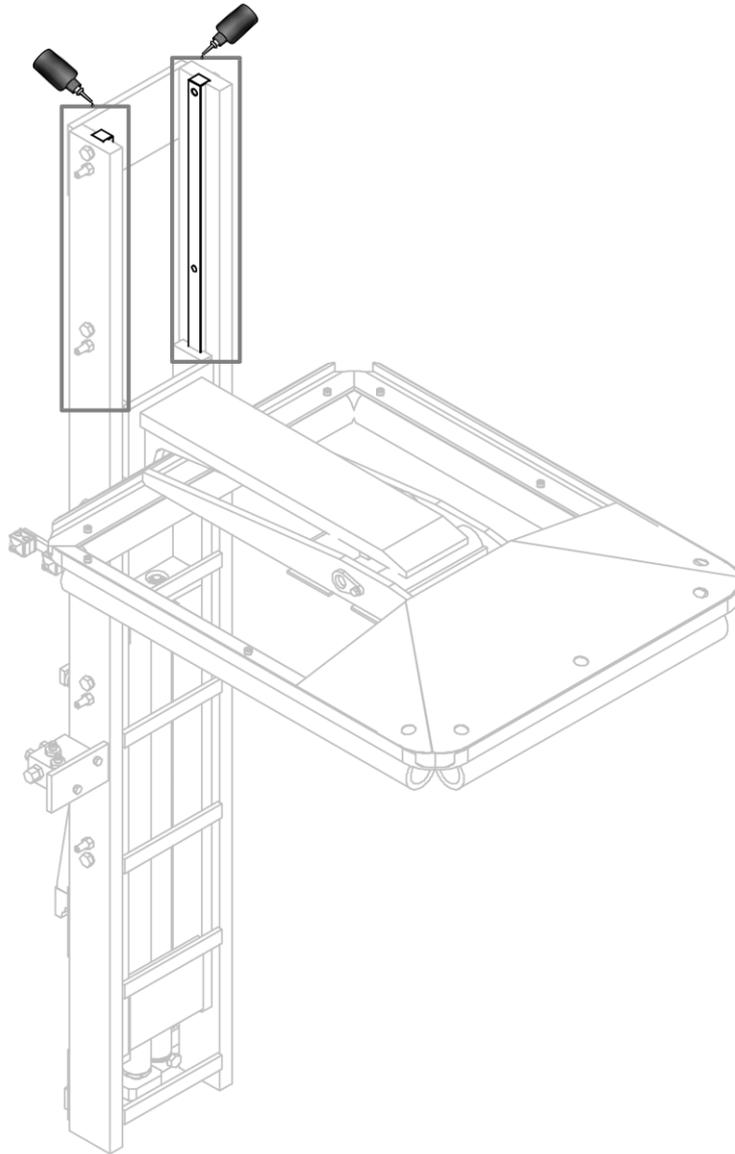

Figura 13
4. Pulire e lubrificare tutte le parti di scorrimento (vedi *Figura 13* a pag.24).